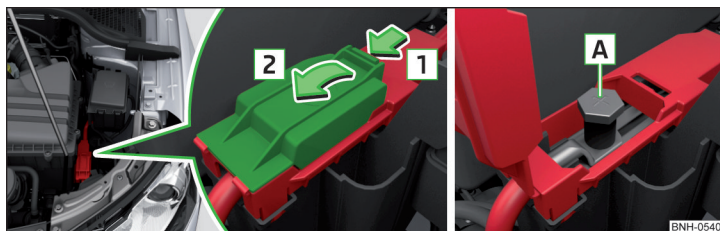

Fig. 165 Pornirea asistată: Autovehicule cu baterie în portbagaj
Polul plus se află sub un capac, în compartimentul motor » fig. 165.
- Conectați borna plus a cablului pentru pornire asistată în poziția **A** » fig. 165.